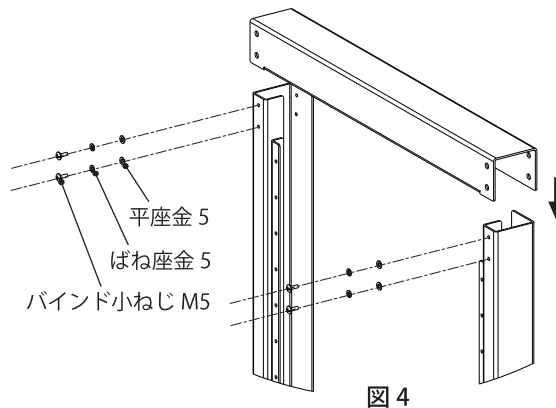

図 4
3. フレームヨコをフレームタテ上部に、バインド小ねじ M5、平座金 5、ばね座金 5 (前後左右 8 カ所) にて固定してください。(図 4)